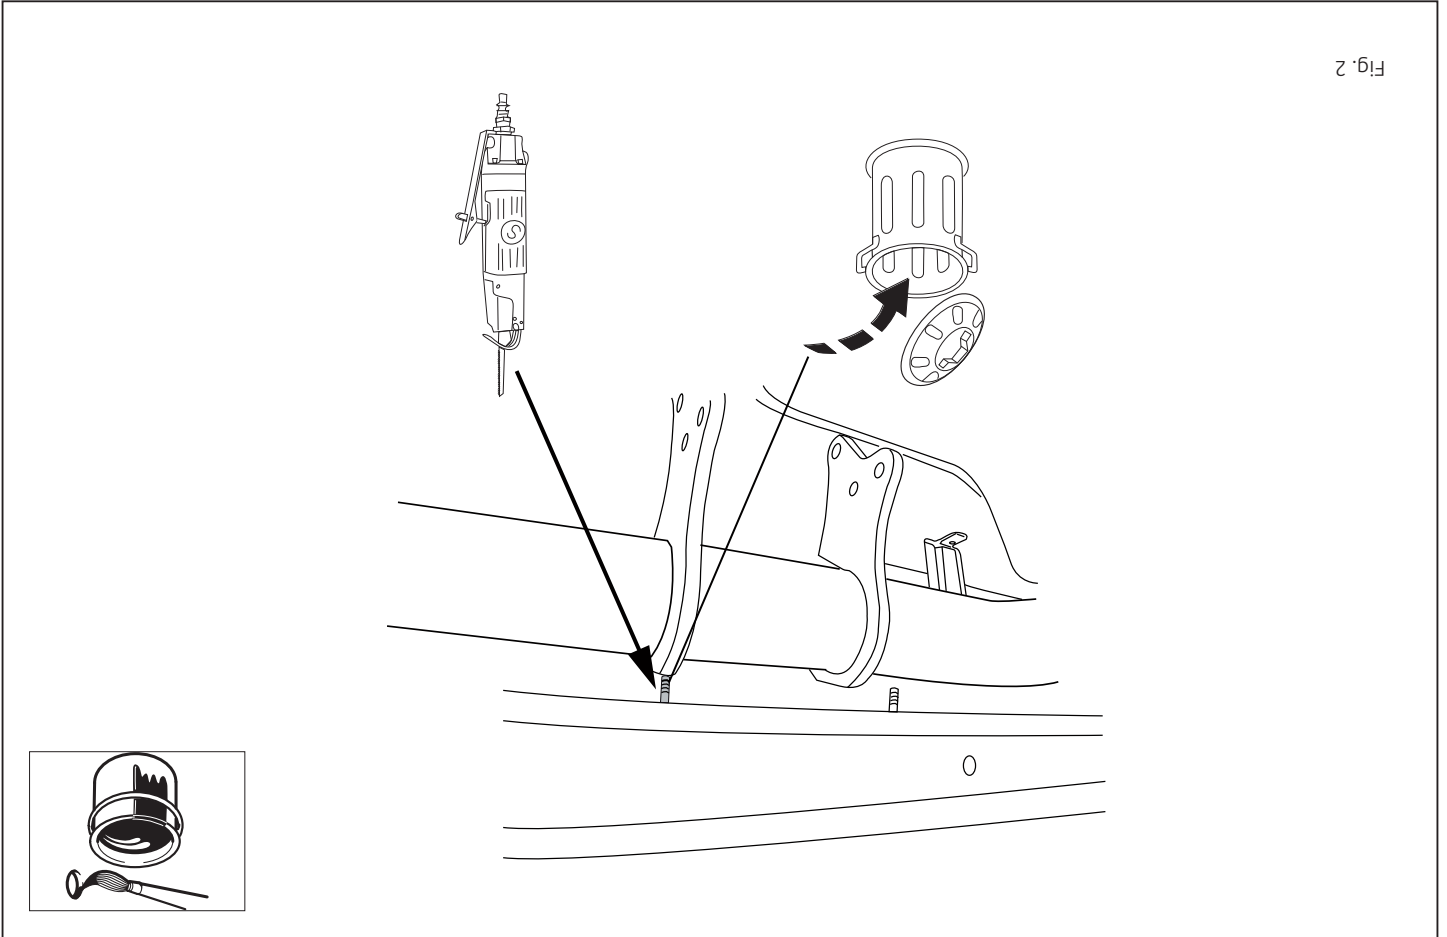

Fig. 2
3. Saw out the indicated section in accordance with figure 2.
3. Gemäß Abb. 2 das angegebene Teil ausschneiden.
3. Scier la partie indiquée conformément à la figure 2.